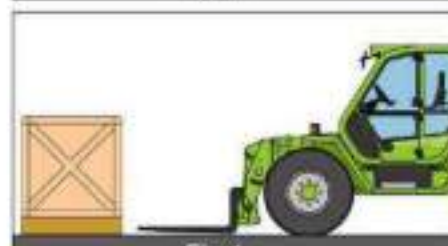

Fig. 4
- Compruebe que el pasador de seguridad "B" se enganche correctamente y vuelva a la posición horizontal una vez acopladas las horquillas; esto evita que las horquillas se desacoplen accidentalmente. No utilice las horquillas si el pasador "B" no ha vuelto a su posición segura. (Fig. 4)
- Coloque la máquina cerca de la carga a elevar con el brazo telescópico completamente retraído y las horquillas en posición horizontal (Fig. 4)
- Gire el selector de la caja de cambios (19) y el selector de dirección de la marcha (20) a la posición "N"